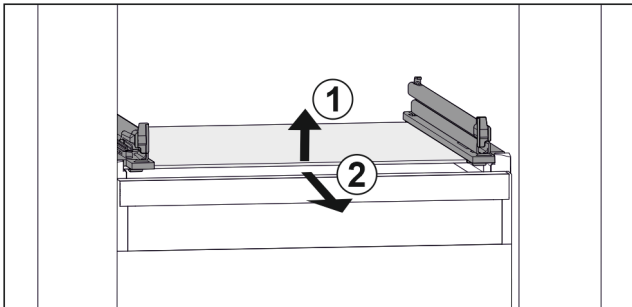

Fig. 97 Beispielhafte Darstellung der Glasplatte
- ▶ Glasplatte vorne anheben. Fig. 97 (1)
- ▶ Glasplatte nach vorne entnehmen. Fig. 97 (2)